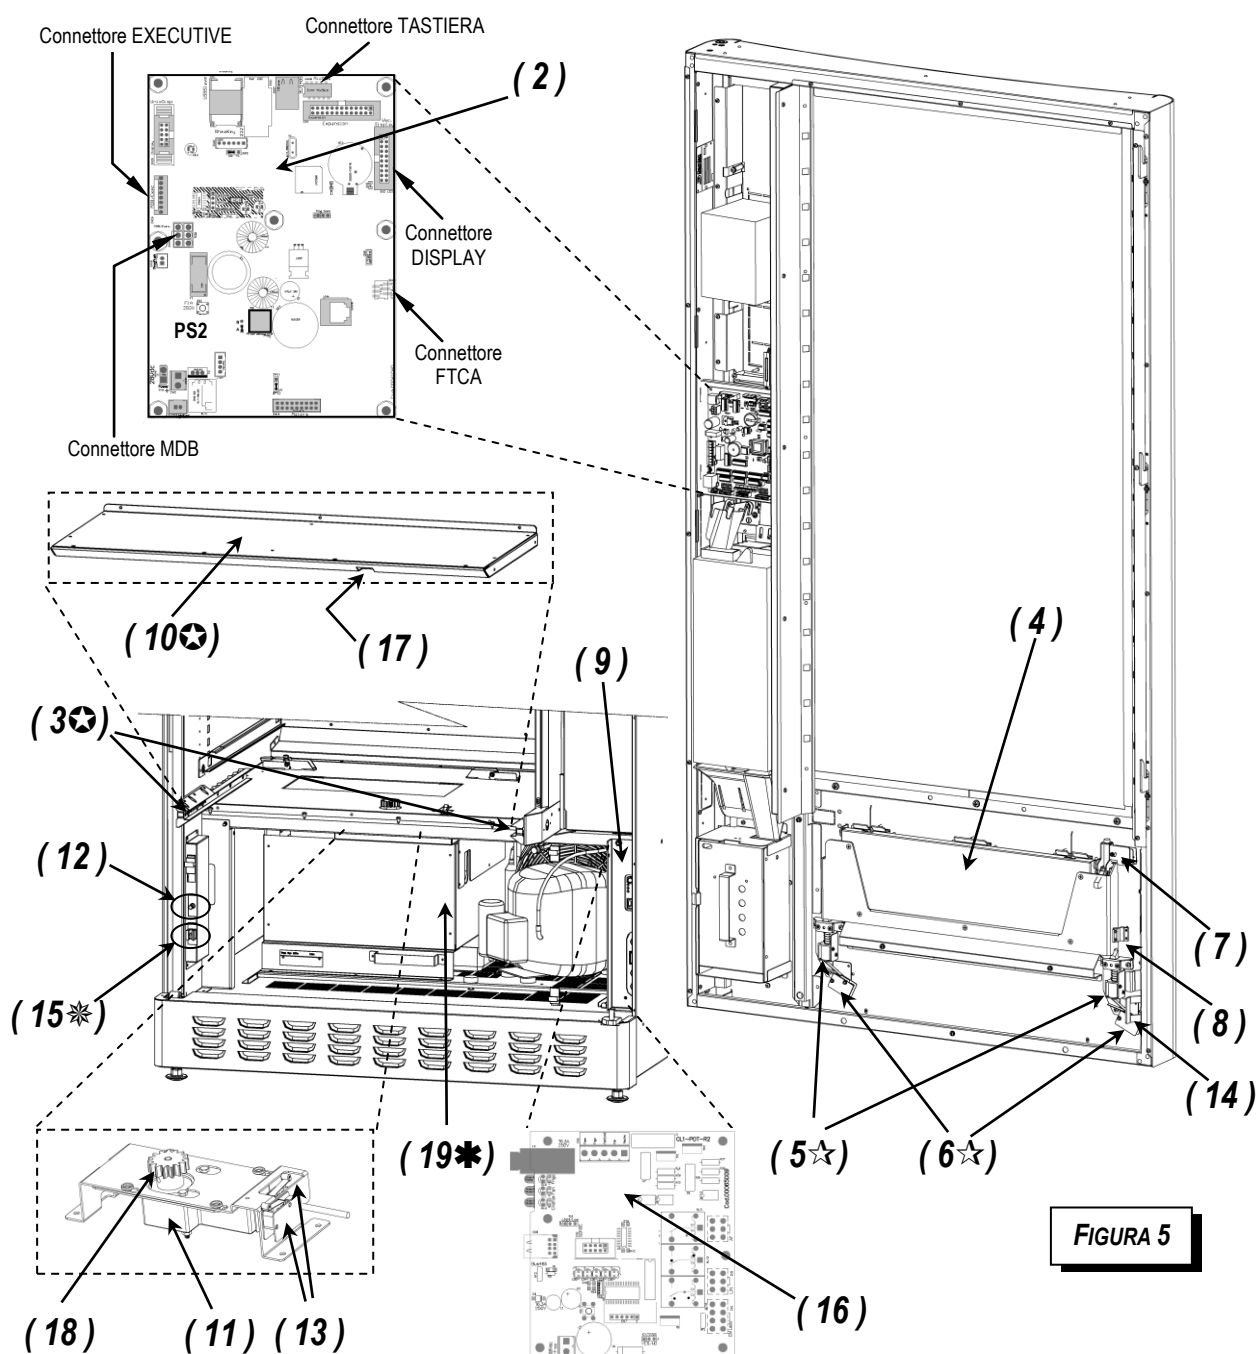

FIGURA 5
Collegare il sistema di pagamento alla scheda CPU (2) ponendo attenzione a collegare il cavetto sul connettore MDB adatto presente sulla scheda CPU (Vedi figura 5).
Collegare il connettore seriale del sistema di pagamento alla scheda CPU (2) utilizzando l'apposito cavetto adattatore, ponendo attenzione a collegare il cavetto adattatore sul connettore adatto (Vedi figura 5).
Per i riferimenti numerici posti tra parentesi vedi figura 5.